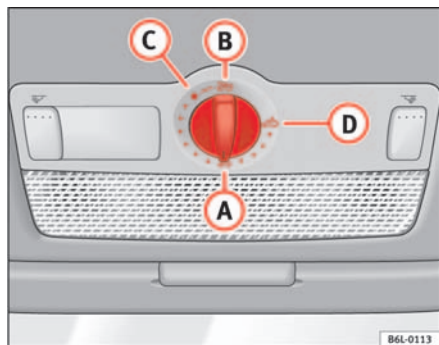

Fig. 52 Detalle del revestimiento interior del techo: mando giratorio del techo corredizo / deflector
- Gire el mando a la posición **A** ⇒ fig. 52 ⇒ ⚠.